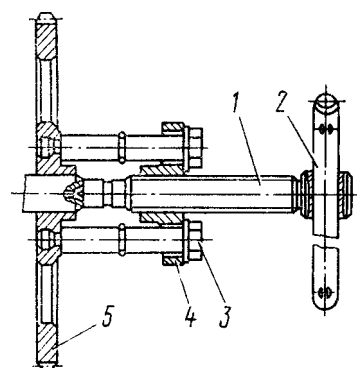

Рис. 99. Снятие ведомой шестерни привода масляного насоса съемником И801.02.000: 1 - винт; 2 - рукоятка; 3 - болт; 4 - траверса; 5 - шестерня
- снимите шестерню 4 масляного насоса съемником И80 1.02.000 (рис. 99), для этого болты 3 поверните до упора их в шестерню 5, винт 1 уприте в